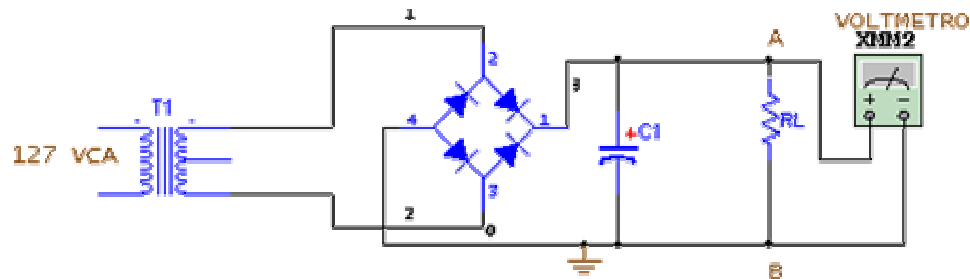

Figura 4
- a) Utilizando las hojas de datos técnicos de fabricación, identificar las terminales del puente rectificador, dibuje e indique a que polaridad corresponde cada terminal, agregue al circuito rectificador de voltaje el capacitor (Filtro), teniendo cuidado de respetar la polaridad de las terminales, como se muestra en la figura 4.